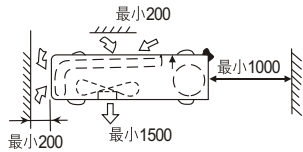

图4 机器户外部分所需空间
- (1) 安装场所必须满足如下要求：
- 确定机器四周留有充分空间，并尽可能地远离障碍物，以便操作和维修，见图4。